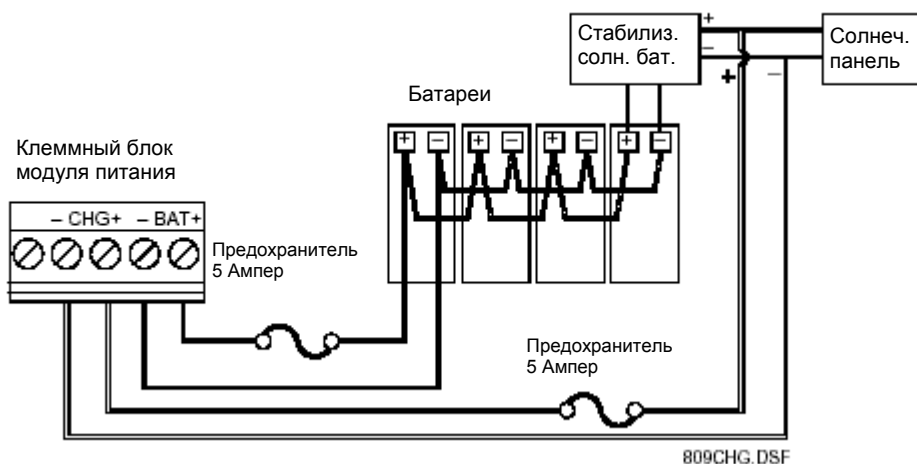

Рисунок 3-6. Источник питания на 12 В пост. тока. Подсоединение проводов к клеммам CHG+ и CHG-
9. Если Вы собираетесь контролировать напряжение внешнего зарядного устройства (только для источника питания 12 В пост. тока), подсоедините провода к клеммам CHG+ и CHG– . См. Рисунок 3-6.
Чтобы получить требуемую емкость, соедините аккумуляторы параллельно. См. Рисунок 3-6). Требуемая емкость для конкретной установки зависит от мощности оборудования и требуемого резерва батареи (времени автономной работы). Рассчитайте параметры аккумуляторов с учетом потребления мощности контроллером ROC827 и всех устройств, питающихся от аккумуляторов.